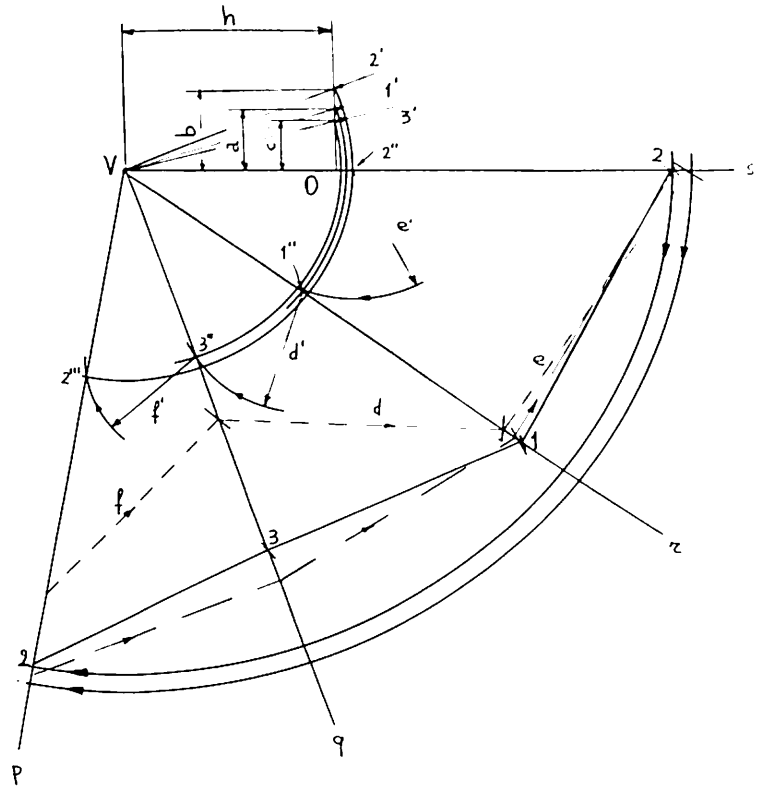
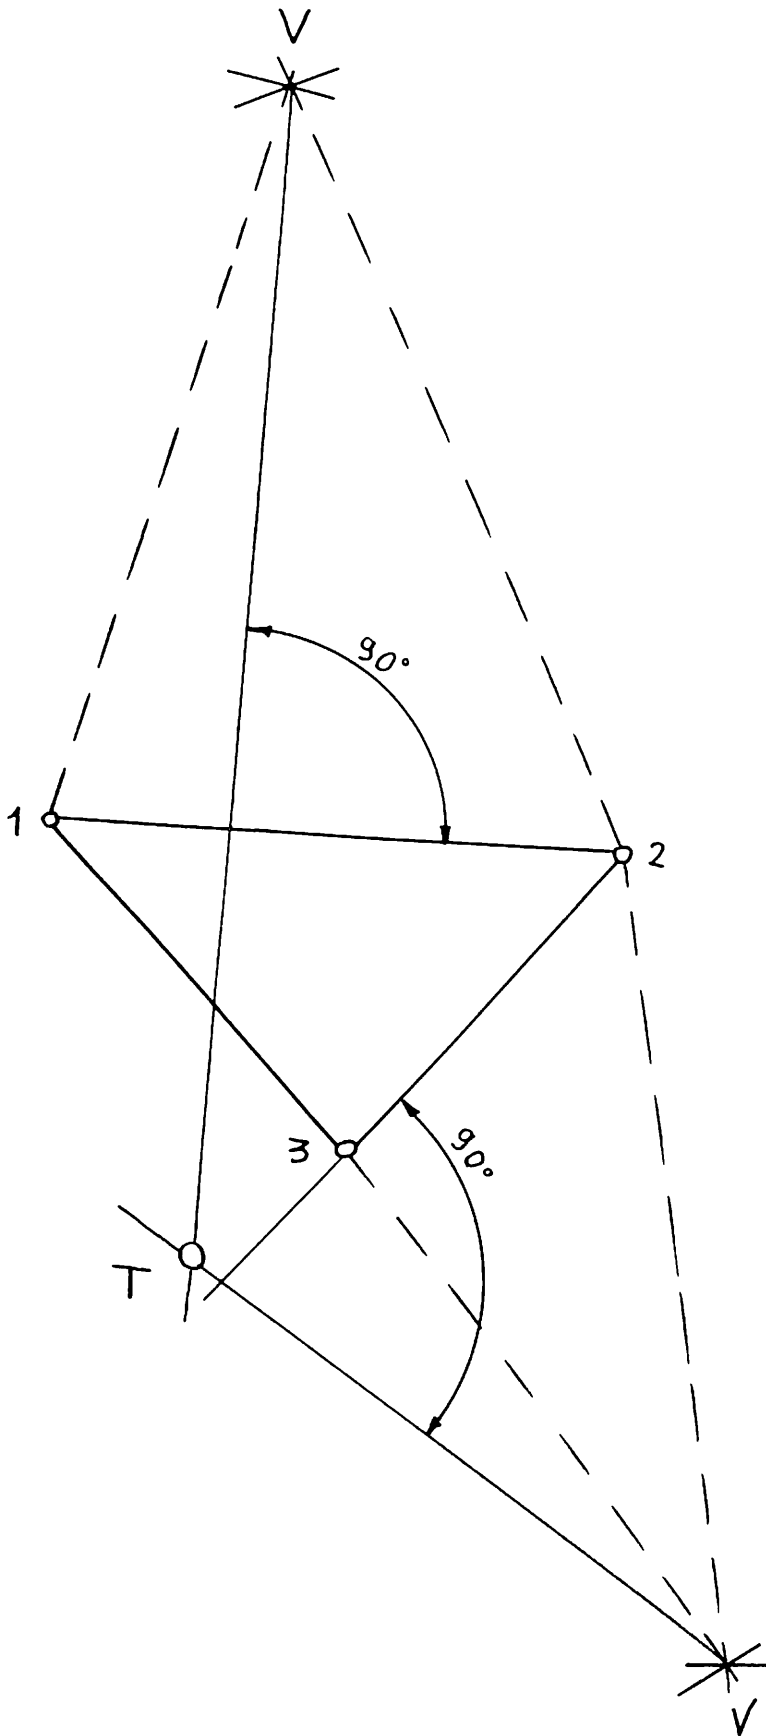

Fig. 3
Fig. 4
- 2 - Vedi fig. 3. Si disegni un segmento h ; la sua lunghezza sia la lunghezza focale della macchina fotografica. Si tracci la perpendicolare dall'estremo destro del segmento h , e su di esso si disegnino i segmenti a, b, c come mostrato.
7 - Vedi fig. 3. Si disegnino i segmenti f, d, e (ridotti secondo una scala opportuna) in sequenza, iniziando dal segmento f; gli estremi del segmento f; gli estremi del segmento devono
In fig. 3 le frecce mostrano il progredire della costruzione; col terzo tentativo si perviene ad un risultato di buona approssimazione.
8 - La fig. 4 mostra la carta su cui sono segnati i punti 1, 2, 3.
Si trasferiscano i triangoli 12V e 23V di fig. 3 in fig. 4, in modo che i lati 12 e 23 coincidano con i lati 12 e 23 del triangolo 1 2 3.
Il secondo «aeroporto» è situato ad Ulzio (fig. 3 e fig. 3 bis) al fondo della valle; è un vecchio aeroporto militare di fortuna.
Sull'aeroporto di St. Crepin il treno è disponibile solo nei mesi degli «stages» volovelistici: maggio, luglio, agosto. Per chi vuole programmare un volo in questa zona è consigliabile chiedere il mattino del volo informazioni alla stazione meteo di St. Auban, al sig Mazoyer - tel. 0033/16 (92) 64.17.33. Esaminiamo ora l'atterrabilità nei prati: i punti di riferimento si trovano sulla cartina (fig. 4).